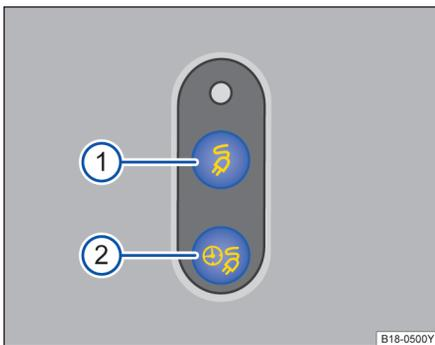

图 113 示意图：① 立即充电按钮，② 延迟充电按钮。
- 按压立即充电按钮⇒图 113 ①，可中断或继续充电过程。
- ① 绿色指示灯持续亮起：充电过程已结束。
- ② 绿色指示灯脉动式亮起：正在充电。 ▶
- ③ 离开车辆后绿色指示灯快速闪烁约 1 分钟：已通过信息娱乐系统设定延迟充电（出发时间），但尚未开始。此时延迟充电按钮  中的指示灯⇒图 113 ② 也将亮起。
- ④ 黄色指示灯闪烁：请将换挡杆置于 P 位置。
- ⑤ 黄色指示灯持续亮起：请检查充电电缆或电源。使用随车充电电缆时，控制盒上会显示电源状态。必要时请具有相应资质的专业人员提供专业帮助。
- ⑥ 红色指示灯持续亮起：充电系统存在故障。请联系专业人员处理。